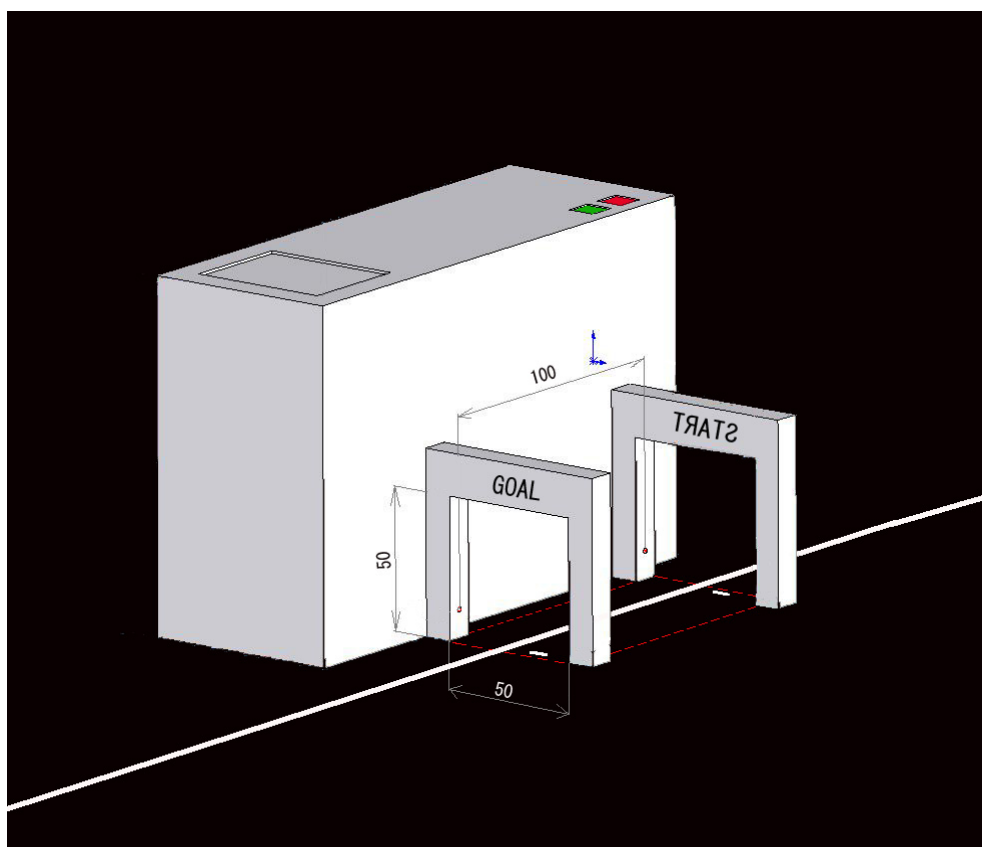

図7 自動計時装置
- 3-8 スタート・ゴールエリアには自動計時装置が置かれる。自動計時装置は赤外線センサを2個搭載しており、スタートライン上に1個、ゴールライン上に1個が配置されている。自動計時装置の寸法や設置位置、赤外線センサの設置位置などに関する詳細を図7に示す。